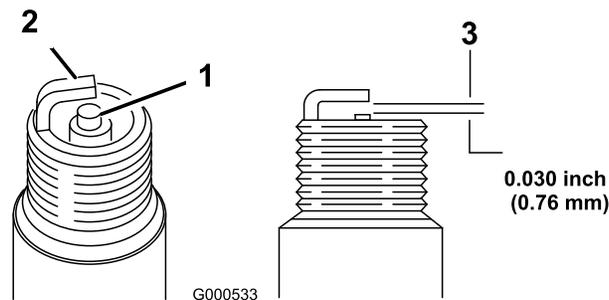

Figura 23
5. Defina a folga na vela para 0,76 mm (Figura 23).